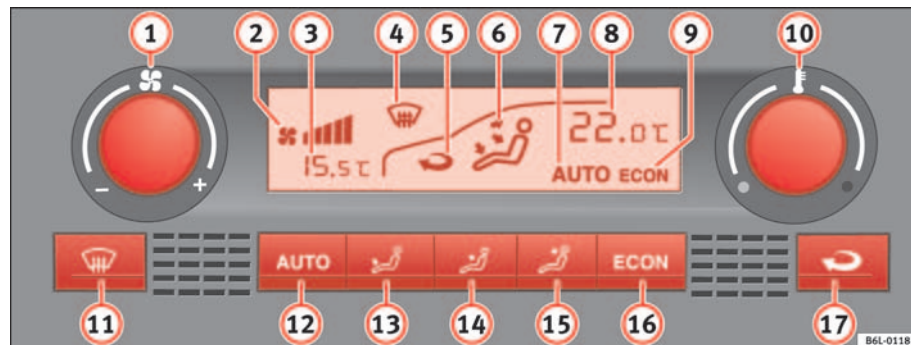

Fig. 91 Mandos del Climatronic en el tablero de instrumentos
- Gire el regulador de la temperatura ⇒ **página 128, fig. 91** ⑩ para ajustar la temperatura.
- ① Regulador de la velocidad del ventilador y ON / OFF del sistema.
- ② Indicador del nivel del ventilador
- ③ Indicador de la temperatura exterior
- ④ Indicador de descongelación del parabrisas
- ⑤ Indicador de la función de recirculación de aire
- ⑥ Indicador de la dirección del caudal del aire
- ⑦ Indicación **AUTO** (funcionamiento automático)
- ⑧ Indicador de la temperatura interior seleccionada
- ⑨ Indicación **ECON** (refrigeración desconectada)
- Pulse la tecla **AUTO**. Se visualiza la indicación ⇒ **página 128, fig. 91** ⑦.
- Pulse una de las teclas ⇒ **página 128, fig. 91** **13** a **15** o gire el regulador del ventilador **1**. Se apaga la indicación **7**.
- Pulse la tecla  para conectar o desconectar la recirculación de aire. Está conectada si aparece el símbolo  ⇒ página 128, fig. 91  en la pantalla.